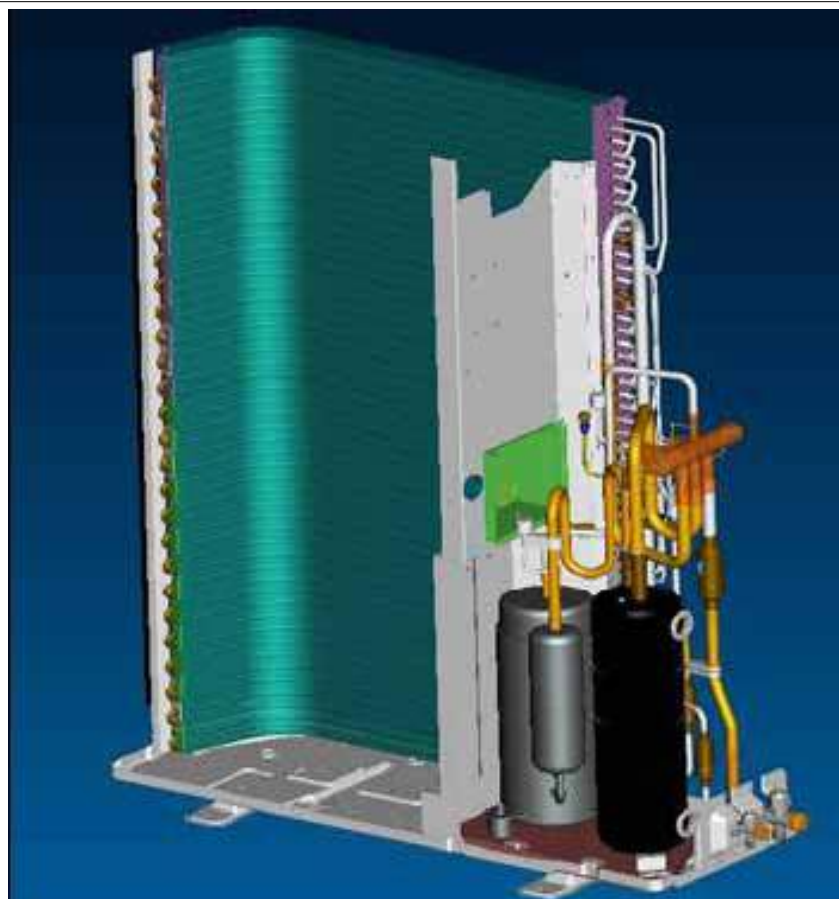

Рис.10
- Снимите 4-хходовой клапан. (см.рис.10)